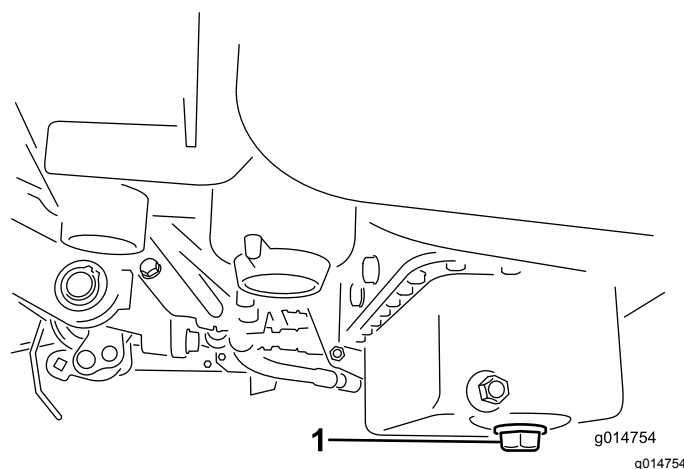

Figura 40
1. Retire el tapón de vaciado y deje fluir el aceite a un recipiente apropiado. Cuando el aceite deje de fluir, coloque el tapón de vaciado (Figura 40).